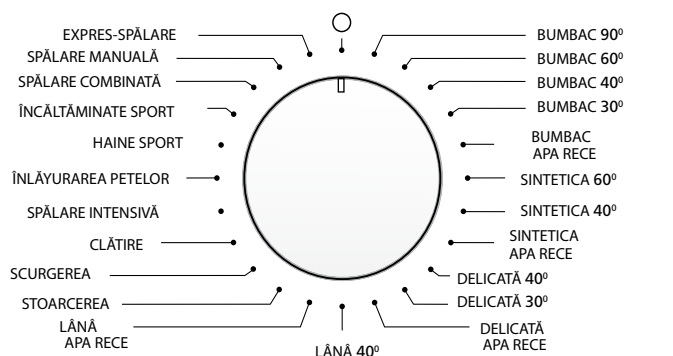

Figura 2 – Mânerul de alegere a programului de spălare
**1.1.2 Selectorul** este folosit pentru pornirea / oprirea mașinii și alegerea programului de spălare, în conformitate cu figura 2. În jurul selectorului sunt imprimate denumirile programelor și simbolul ○. Selectorul se rotește în ambele direcții (în sensul acelor de ceasornic sau în sensul contrar acelor de ceasornic), și se fixează la diviziunea corespunzătoare a programului selectat. La fixarea selectorului la simbolul ○ mașina se oprește.
**1.3.2** Pentru a porni mașina fixați selectorul în conformitate cu figura 2 la diviziunea programului de spălare necesar – se aprind indicatorii operației de spălare a programului selectat.